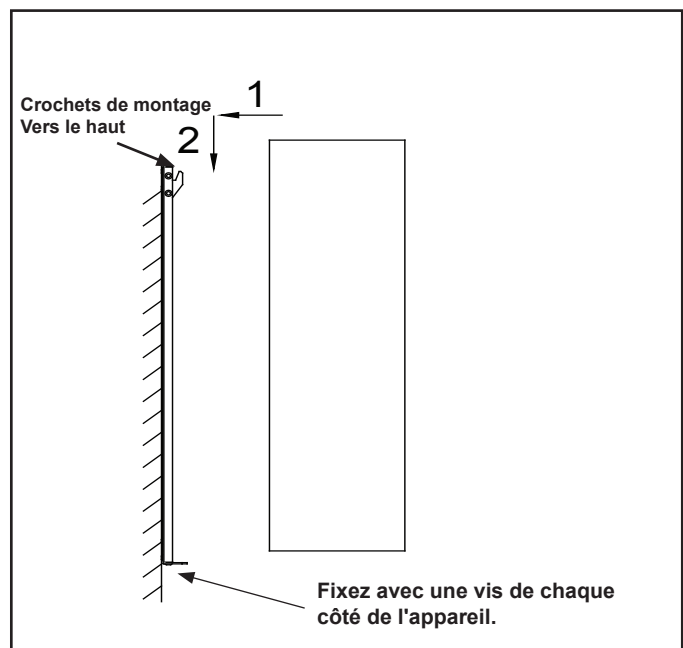

Figure 4.14 Fixer l'appareil au support
- Accrochez l'appareil et tirez dessus vers le bas pour vous assurer que les crochets sont bien engagés. Voir la figure 4.14.
- Fixez l'appareil au support à l'aide de deux vis M5X10. Voir la figure 4.14.